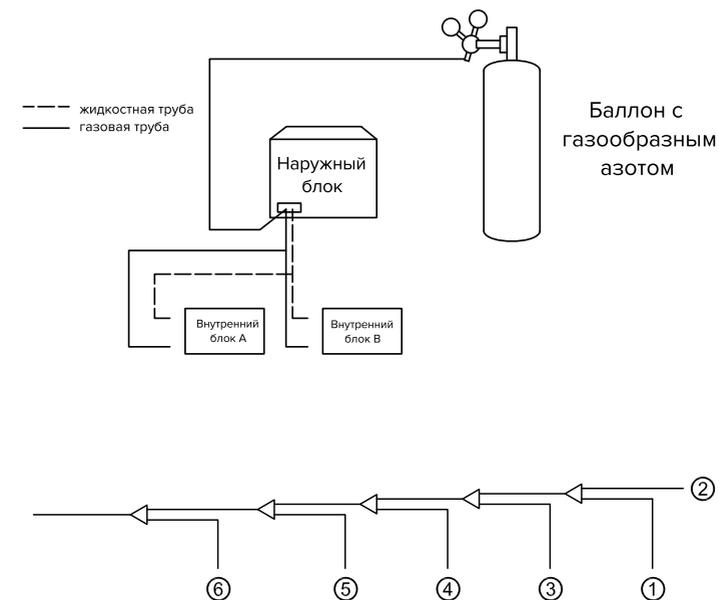

Рис. 5.28
8. Продуйте остальные отверстия таким же образом, работая в последовательности от внутреннего блока А к наружным блокам. См. рисунок 5.28.